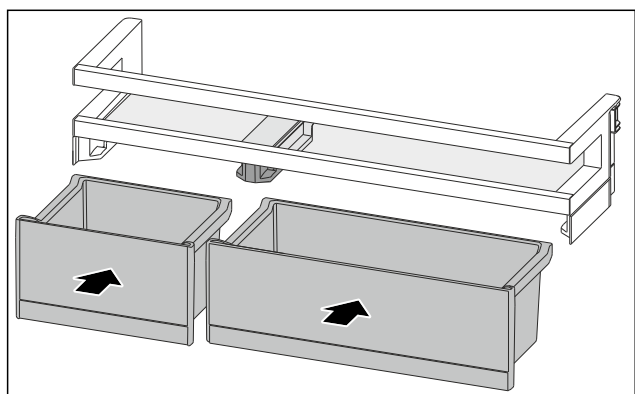

Fig. 110
- VarioBoxy vložte v opačném pořadí. (viz Fig. 110)